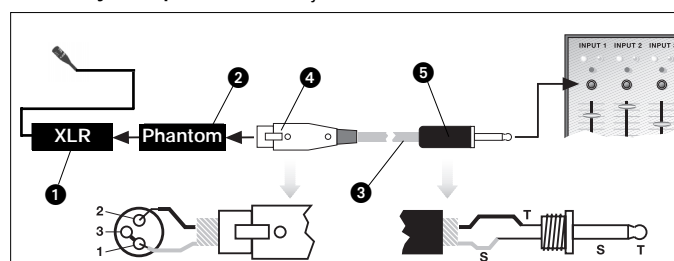

Fig. 4 : Raccordement sur une entrée asymétrique
1. Pontez les contacts 1 et 3 de la fiche XLR (4) et reliez-les au blindage du câble. Voir Fig. 4.
2. Reliez le conducteur interne du câble au contact 2 de la fiche XLR (4) et à la pointe de la fiche à jack (5).